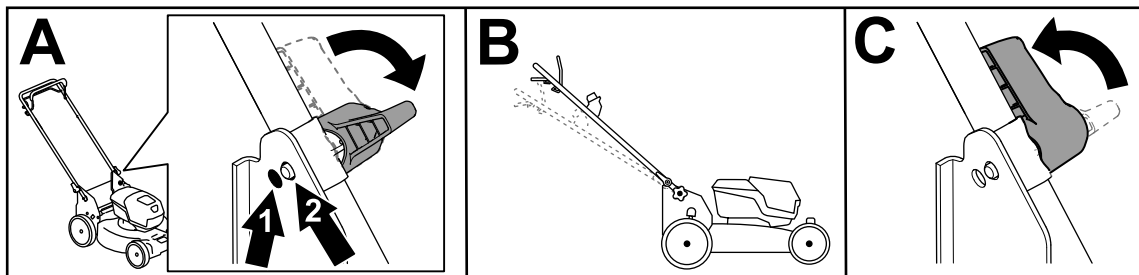

Figura 8
1. En ambos lados de la máquina, gire las palancas de bloqueo del manillar (Figura 8, A).
2. Ajuste la posición del manillar a la posición superior (manillar más alto) o inferior (manillar más bajo) (Figura 8, B).
3. Cuando el manillar esté en la posición deseada, gire las palancas de bloqueo del manillar hacia atrás hasta que el pasador se bloquee con un clic para fijar el manillar (Figura 8, C).